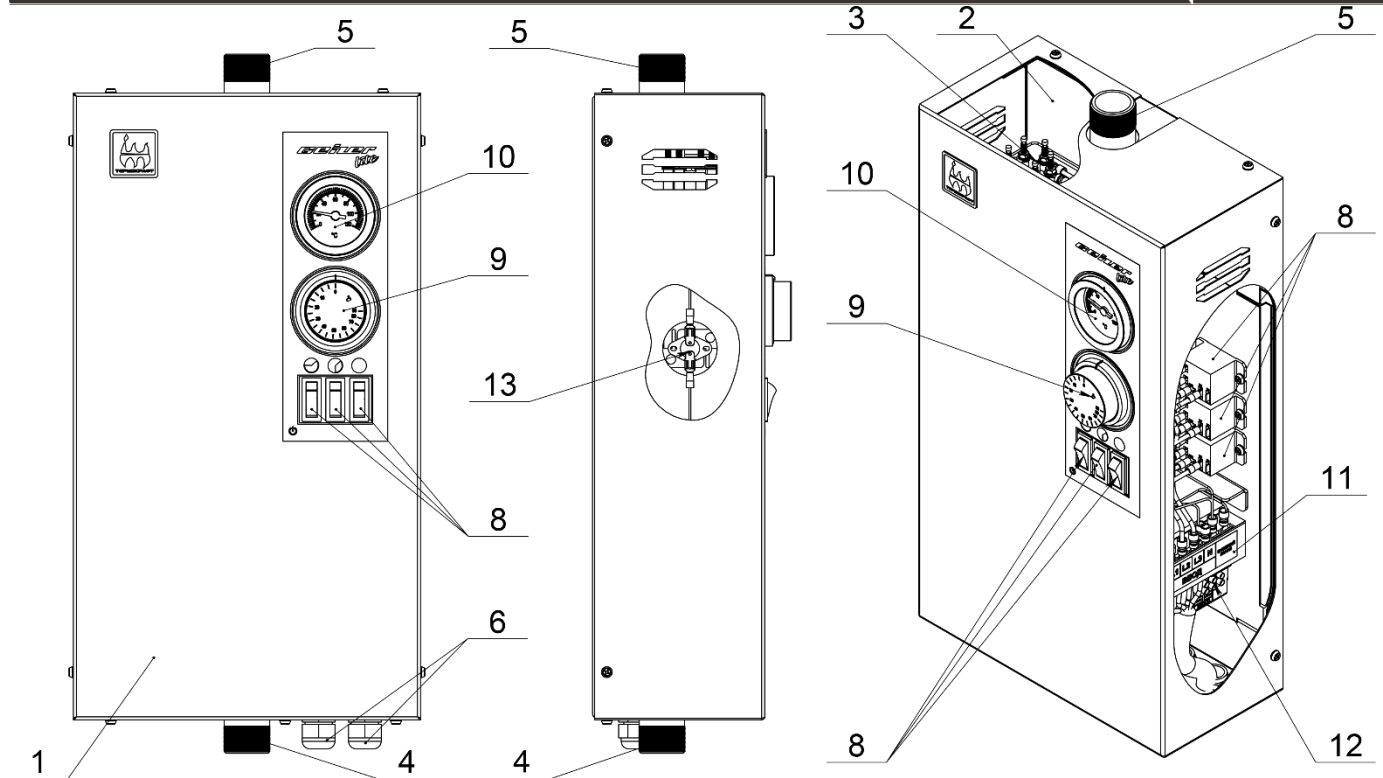
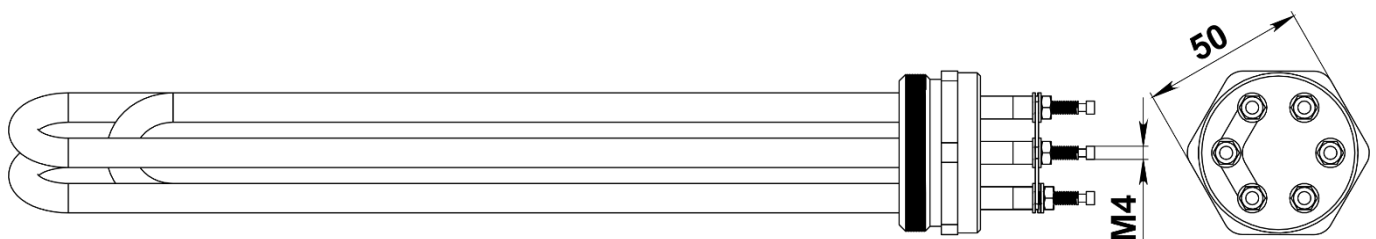

Рис. 1 Устройство водонагревателя
Рис. 2 Блок трубчатых электронагревателей (ТЭНБ)
Внутренний корпус электроводонагревателя представляет собой стальной резервуар, обернутый теплоизоляционным материалом, с подающим и обратным патрубками (Рис.1 поз. 4,5), предназначенными для присоединения котла к системе отопления.
Сверху к резервуару приварена муфта, куда на резьбе вкручен блок трубчатых электронагревателей (ТЭНы) (Рис.1 поз. 3). Блок ТЭНов (Рис. 2) предназначены для нагрева теплоносителя в системе отопления. ТЭНБ представляет собой фланец с наружной резьбой, в который герметично запрессованы трубчатые электронагреватели с резьбовыми выводами (М4). Фланец имеет трубную цилиндрическую резьбу по ГОСТ 6357-81 G 1½” и шестигранник под ключ (50мм).
Снаружи корпус котла закрыт декоративным кожухом (Рис. 1 поз. 1). В верхней части внутреннего корпуса котла находится биметаллический термоограничитель (Рис. 1 поз. 13), который отключает нагрев и предотвращает закипание теплоносителя при аварийных ситуациях, связанных с отказом терморегулятора и настроен на температуру 95°С. При остывании термоограничитель возвращается в рабочее положение.
В верхней части электроводонагревателя на панели котла смонтирован блок управления. В нем установлены клавишные выключатели (Рис.1 поз. 8), электромагнитные реле (Рис.1 поз. 7), капиллярный термометр (Рис.1 поз. 10) и терморегулятор (Рис.1 поз. 9), управляющий работой котла.
Отсек монтажной колодки расположен сбоку в нижней части котла. В данном отсеке производится подключение электроводонагревателя к питающей сети. Для подключения к сети необходимо открутить крепящие саморезы и снять крышку котла (Рис. 1 поз. 1).
При включении первого клавишного выключателя (Рис. 1 поз.8) в положение «ВКЛ» подается питание на электромагнитное реле - подключается первая ступень мощности блока ТЭНов (Рис. 1 поз. 3).
- Снять лицевую панель (Рис.1 поз. 1), предварительно выкрутив винты крепления;